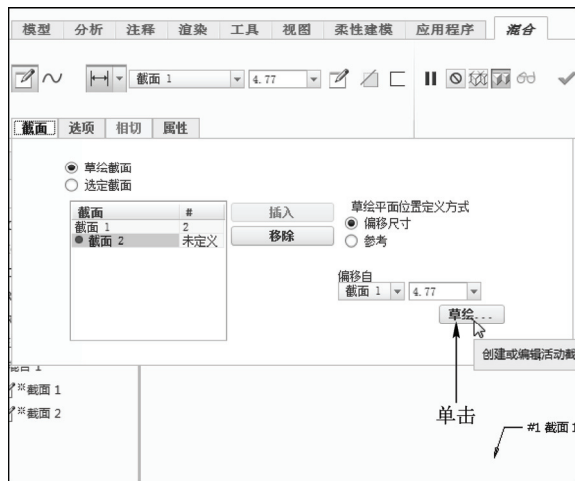

图 6-60 单击“草绘”按钮一
STEP 04 单击“关闭”面板中的“确定”按钮, 完成截面绘制并退出草绘环境。在“混合”选项卡中单击“截面”按钮，打开“截面”下滑面板，单击“草绘”按钮，如图 6-60 所示。